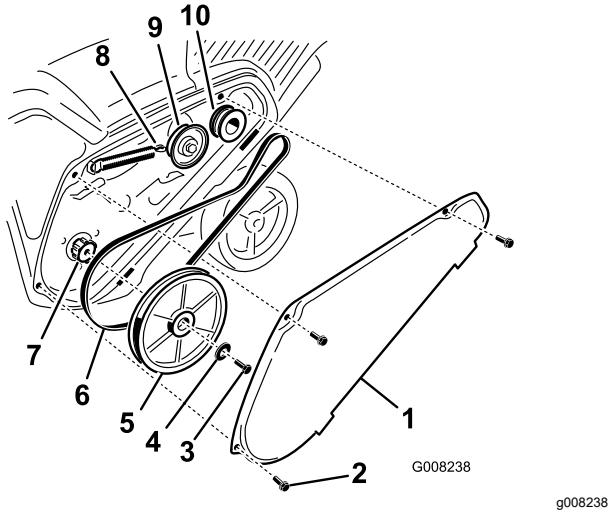

Bild 28
- Nehmen Sie die drei Schrauben ab, um die Abdeckung des Treibriemens zu entfernen, wie in Bild 28 abgebildet.
- Haken Sie die Bremsfeder vom Spannarm aus, um die Riemenspannung zu lösen (Bild 28).
- Nehmen Sie die Schraube und die Wellenscheibe ab, mit denen die Rotorscheibe befestigt ist (Bild 28).
- Entfernen Sie die Rotorscheibe und den Treibriemen (Bild 28).
Hinweis: Verlegen Sie den neuen Treibriemen zuerst um die Motorriemenscheibe, dann um die Spannscheibe und dann lose um die Rotorscheibe, die sich etwas über der Rotorwelle befindet (Bild 28).
- Montieren Sie die Rotorscheibe an der Rotorwelle (Bild 28).
- Setzen Sie die Wellenscheibe und die Rotorscheibenschraube ein und ziehen sie beide fest (Bild 28).